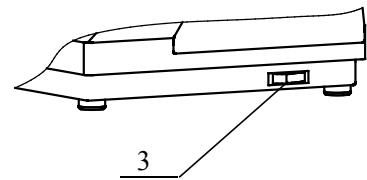

图 4
- 3) GMM-500 位于仪器右下方的开关控制的是下光源, 即底盘内卤素灯, 见图 4。